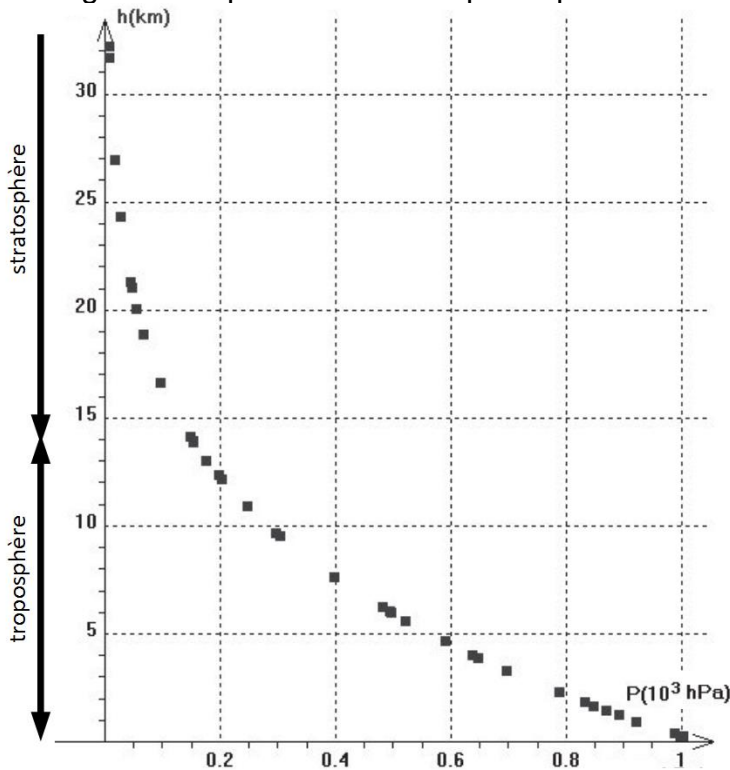

Figure 3 : Relevé de pression dans la troposphère et la stratosphère pour différentes altitudes h . (D'après : Concours Centrale-Supélec, TSI, 2008.)
- 3.1. À l'aide de la **figure 3**, expliquer comment varie la pression dans le ballon sonde lorsque l'altitude augmente.